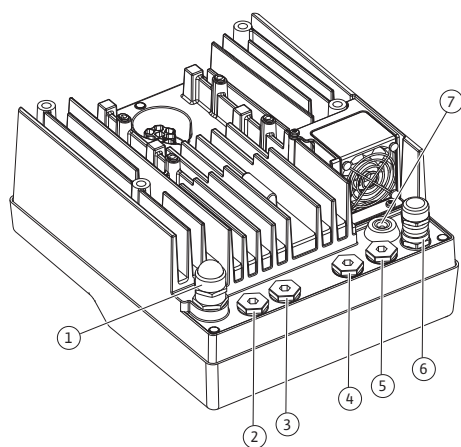

Fig. 18: Presetupe pentru cabluri/treceri de cabluri
4. Introduceți cablul de conectare prin presetupa pentru cablu M25 (Fig. 18, poz. 1). Strângeți presetupa pentru cablu la cuplurile de strângere prevăzute.